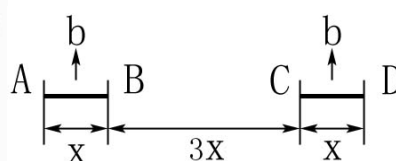

图 3-2
4. 有两个被钉扎住的刃型位错 A-B 和 C-D，他们的长度 x 相等，且有相同的 b 大小和方向(图 3-2)。每个位错都可看作 F-R 位错源。